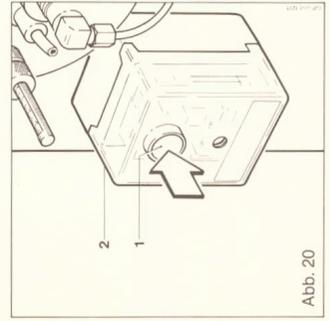

Abb. 20
- Bildet sich auf Grund einer Störung keine Flamme (z.B. Öl-mangel oder andere Ursachen), schaltet der Feuerungsautomat (2) nach ca. 10 Sek. ab. Siehe Abb. 20. Nach einer Wartezeit von ca. 45-60 Sek. kann an der Entriegelungstaste (1) des Feuerungsautomaten (2) entriegelt werden.